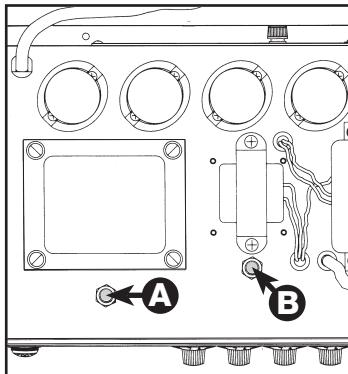

FIG. 1
- A. HUM BALANCE ADJUSTMENT** - Diese Regulierung minimiert das an den Lautsprechern hörbare Brummgeräusch, das durch ein Ungleichgewicht in den Glühfäden der Röhren verursacht wird. Nehmen Sie die Regulierung nach dem Auswechseln der Röhren vor. Regulierungsanleitung: Schalten Sie den Verstärker 2 Minuten lang EIN, wobei kein externes Gerät an den INPUTS angeschlossen sein darf. Drehen Sie die Regler VIBRATO CHANNEL - VOLUME, MIDDLE und BASS vollständig in Uhrzeigerrichtung und den Regler TREBLE vollständig gegen die Uhrzeigerrichtung. Drehen Sie alle NORMAL CHANNEL-Regler vollständig gegen den Uhrzeigersinn. Schalten Sie die Effekte REVERB und VIBRATO aus. Drehen Sie anschließend mit einem Schlitzschraubendreher den BALANCE ADJUSTMENT-Regler (siehe „A“ in Abb. 1) abwechselnd in beide Richtungen, und wählen Sie die Position, bei der die geringsten Brummgeräusche entstehen.
- A. BALANCE ADJUSTMENT** - この調整は真空管のフィラメントのアンバランスによる電気音を低下します。真空管を交換した際にこれで調整してください。調整手順INPUTSに何も指し込んでいない状態にし、アンプの電源を入れて、2分間待ちます。**VIBRATO CHANNEL - VOLUME - MIDDLE - BASS**のノブを時計方向にいっぱいまで廻し、**TREBLE**ノブを逆時計方向にいっぱいまで廻します。すべての**NORMAL CHANNEL**ノブを逆時計方向にいっぱいまで廻します。**REVERB**及び**VIBRATO**エフェクトをオフにします。**BALANCE ADJUSTMENT**コントロールにマイナス・ドライバを差込み(図1の『A』参照)、左右廻しながら最も雑音の少ない位置を確認します。